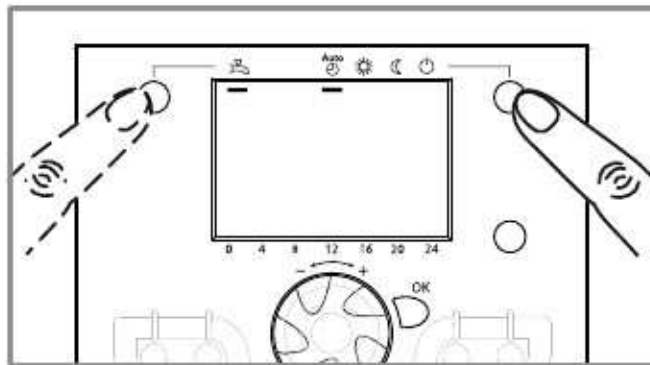

figura 47 – Selezione del regime di riscaldamento AUTO e del regime ACS (acqua calda sanitaria)
- Selezionare il regime di riscaldamento "AUTO" (figura 47)
- Se l'impianto è dotato di un bollitore sanitario, selezionare il regime ACS (figura 47)